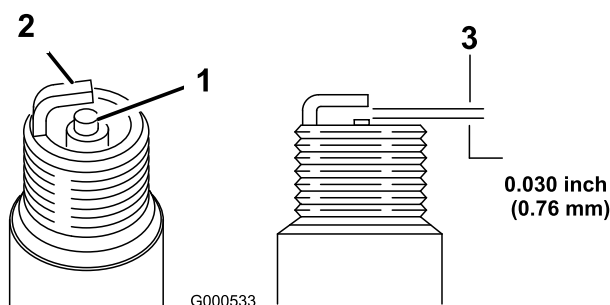

Figura 30
5. Fije el hueco entre los electrodos en 0,76 mm (Figura 30).